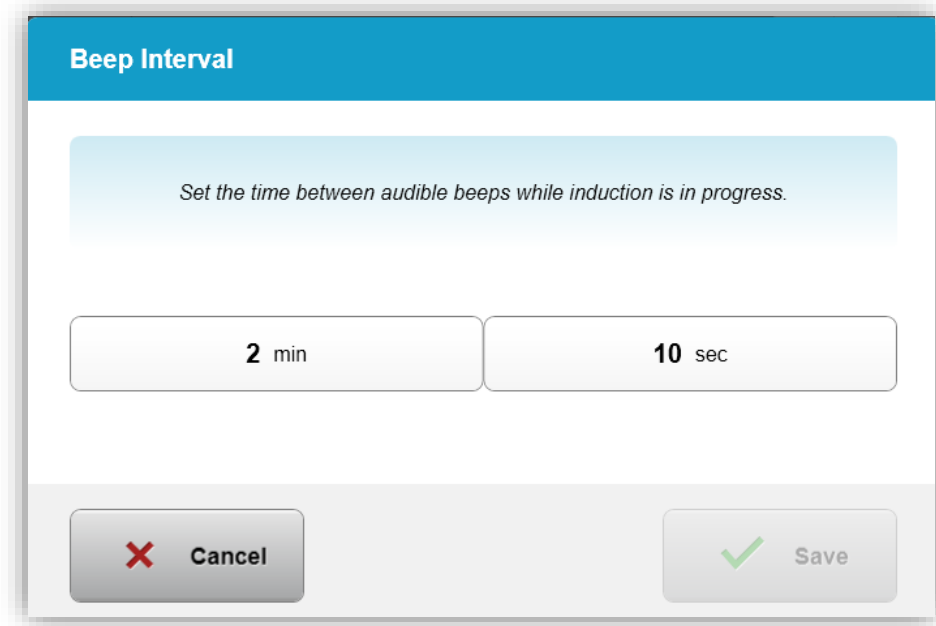

*Figure 3-57. Exportation du journal de service en cours*
- Le système commence automatiquement le transfert du journal de service et affiche une barre d'avancement du processus de transfert, comme illustré à la figure 3-57.